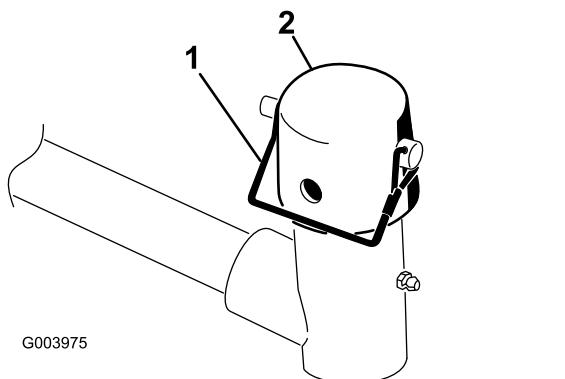

Figure 10
7. Retirez la goupille à anneau de la chape du pivot de l'arbre de levage. Déposez alors le capuchon (Figure 10).
11. Fixez le capuchon et l'arbre du bâti porteur à la chape du bras de levage avec la goupille à ferroir (Figure 10).